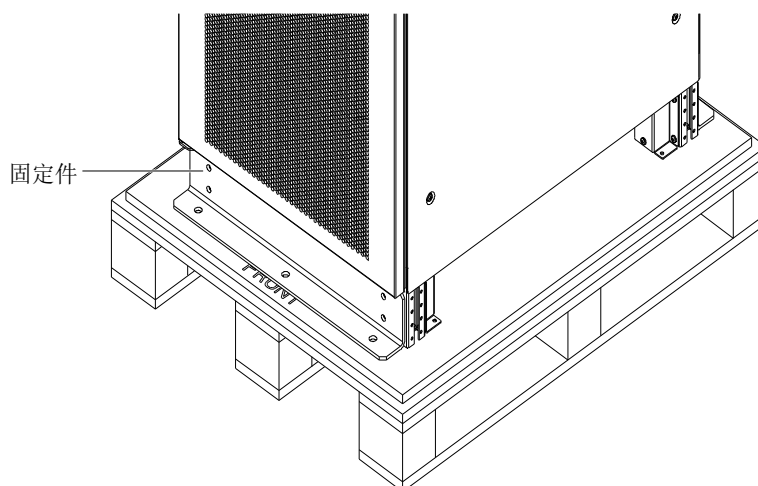

图2-5 拆除螺钉及固定件
3. 如图 2-5 所示，打开前门将机柜正面底部的螺钉及固定件拆除。然后将机柜背面底部的螺钉及固定件拆除。